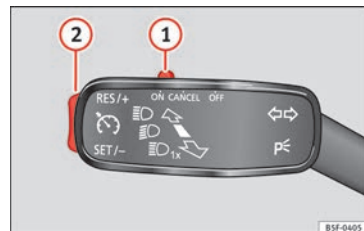

Fig. 182 Palanca de intermitentes y de luz de carretera: mando y tecla basculante para el regulador de velocidad.
• Mueva el mando **»» fig. 182 ①** hacia la izquierda hasta la posición **ON**.
• Cuando se haya alcanzado la velocidad que se quiere programar, pulse brevemente la parte inferior de la tecla basculante **SET-** **»» fig. 182 ②** una vez.
• Presione la parte superior de la tecla basculante **RES+** **»» fig. 182 ②** para aumentar la velocidad. El vehículo acelerará mientras mantenga la tecla presionada. Al soltar la tecla quedará memorizada la nueva velocidad.
• Presione la parte inferior de la tecla basculante **SET-** **»» fig. 182 ②** para reducir la velocidad. El vehículo reducirá la velocidad desacelerando automáticamente mientras mantenga la tecla presionada. Al soltar la tecla quedará memorizada la nueva velocidad.
Si se reduce la velocidad programada pisando el pedal del freno, se desactiva el regulador de velocidad. Si quiere activar de nuevo el regulador, bastará con presionar una vez la parte superior de la tecla basculante **RES+** **»» fig. 182 ②**.
- cuando desplace el mando ① en dirección a **OFF** sin que llegue a encastrar.
Para recuperar el regulador, levante el pie del pedal del freno o del embrague o reduzca la velocidad por debajo de los 180 km/h (112 mph) y presione una vez la parte superior de la tecla basculante **RES+** » fig. 182 ②.
El sistema **se desconecta totalmente** desplazando el mando » fig. 182 ① hasta el tope de la derecha (OFF encastrado), o bien con el vehículo parado, desconectando el encendido.